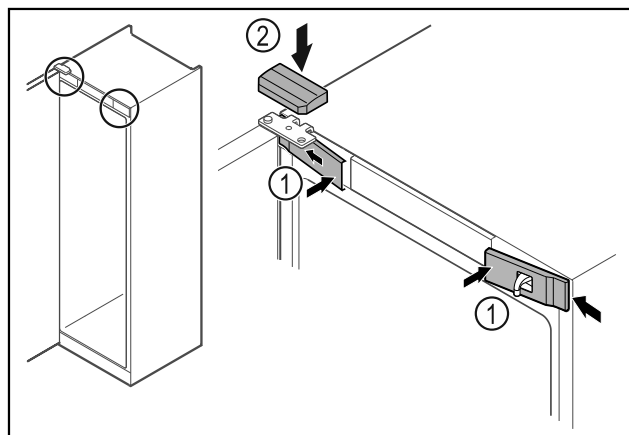

Fig. 49
- Agganciare le coperture anteriori Fig. 49 (1) di lato e innestarle.
- Innestare la copertura superiore Fig. 49 (2) dall'alto.